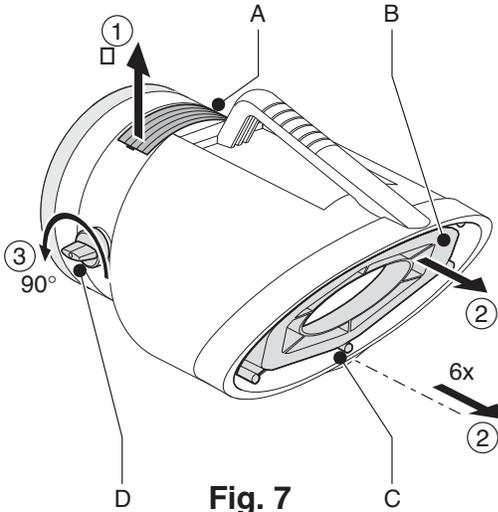
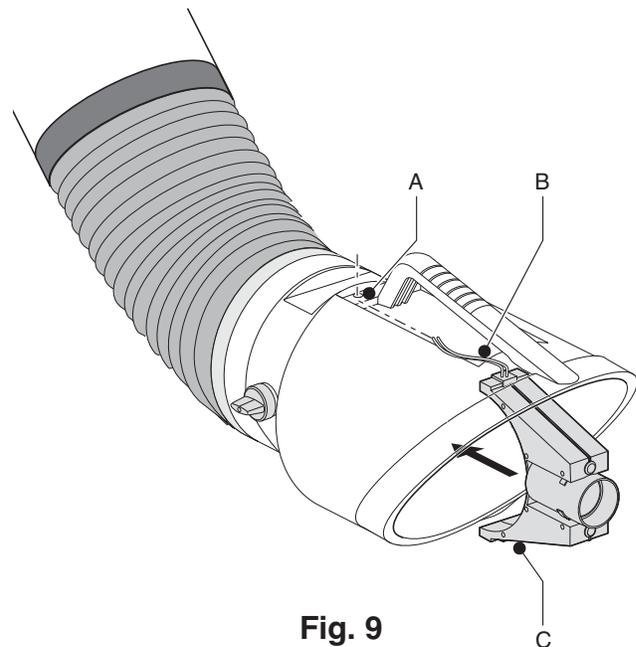

Fig. 7
Fig. 9
1. Con un desatornillador, aplique presión a la placa selladora y remuévala (Fig. 7, Elemento A) en la parte superior de la boquilla.
2. Remueva los seis tornillos (Fig. 7, Elemento C) y las aspas de canalización de flujo de aire (Fig. 7, Elemento B).
3. Abra la válvula de cierre de flujo de aire (Fig. 7, Elemento D).
Alimente la lámpara (y cables del sensor, si se utilizan) a través del orificio (Fig. 9, Elemento A) en la parte superior de la boquilla; empuje la abrazadera superior de la cubierta de la lámpara en posición, luego encaje a presión la abrazadera inferior. Vuelva a montar las aspas de canalización de flujo de aire en el extremo abierto de la boquilla, utilizando los seis tornillos (Fig. 7, Elemento C).